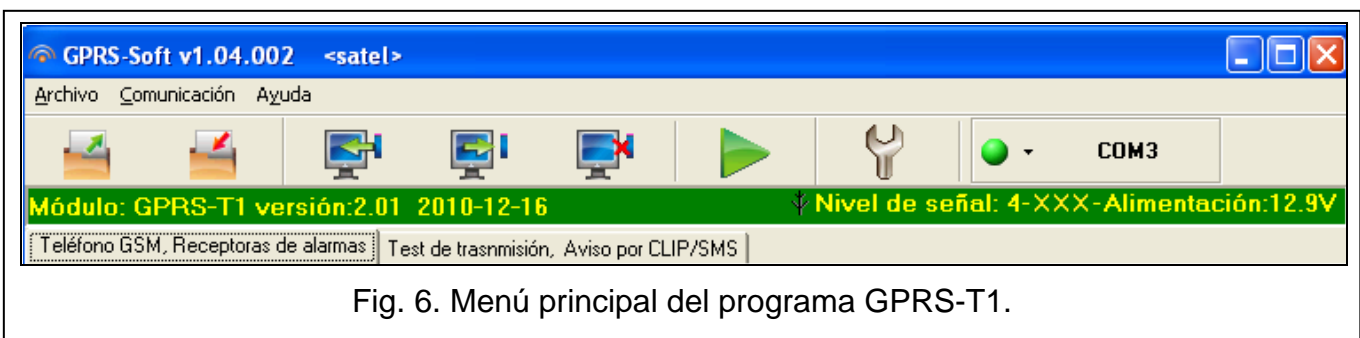

Fig. 6. Menú principal del programa GPRS-T1.
El puerto serie COM del ordenador tiene que ser conectado con el puerto RS-232 (TTL) en la placa base del convertidor. Los cables que sirven para realizar la conexión están disponibles en el kit denominado DB9FC/RJ-KPL. Es preciso indicar en el programa GPRS-SOFT el puerto COM del ordenador que será utilizado para comunicación con el GPRS-T1. A tal fin, es necesario hacer un clic con el cursor del ratón sobre el botón "Configuración" (ver: fig. 6 y la leyenda para la figura) y en la ventana que será visualizada, seleccionar uno de los puertos COM del ordenador disponibles. Después de la activación del puerto seleccionado, el programa establecerá la comunicación con GPRS-T1.
2. Hacer clic con el ratón sobre el botón “Configuración” (ver: fig. 6 y la leyenda para la figura). En la ventana que será visualizada, introducir el número del puerto TCP seleccionado para la comunicación con el GPRS-T1. Este número tiene que ser incluido en un mensaje SMS que será enviado al número de teléfono GSM del GPRS-T1 para iniciar la comunicación.
3. Hacer clic con el ratón sobre el botón  (ver fig. 6). En el menú que será visualizado, seleccionar “TCP/IP”. El servidor será activado.